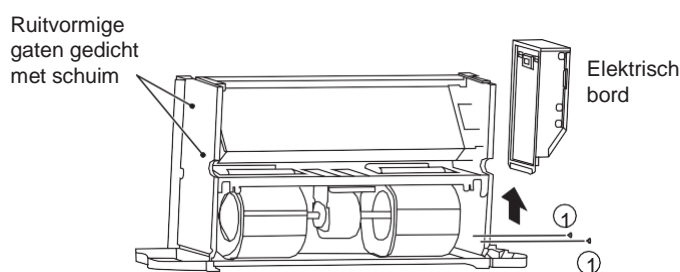

Fig. 5-19 Verwijderen elektrisch bord en afdichting gaten
Verwijder, zoals getoond op Fig. 5-19, de schroeven ① * 2 om het elektrisch bord eruit te halen.
Dicht, zoals getoond op Fig. 5-19, de ruitvormige gaten op de zijplaat (de plaat zonder inlaat- en uitlaatleidingen) af met schuim.